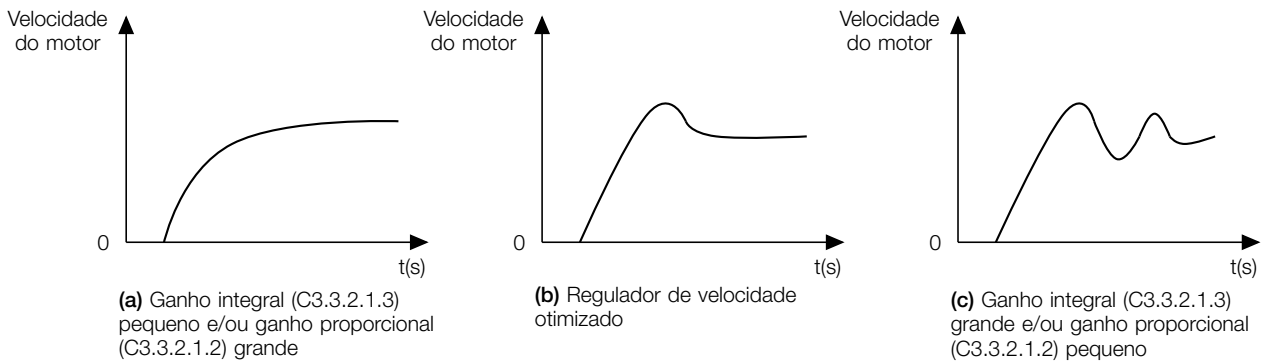

Figura 11.9: (a), (b) e (c) - Tipos de resposta do regulador de velocidade
6. Verifique dentre as opções da Figura 11.9 qual a forma de onda que melhor representa o sinal lido.
7. Ajuste C3.3.2.1.2 e C3.3.2.1.3 em função do tipo de resposta apresentada na Figura 11.9.